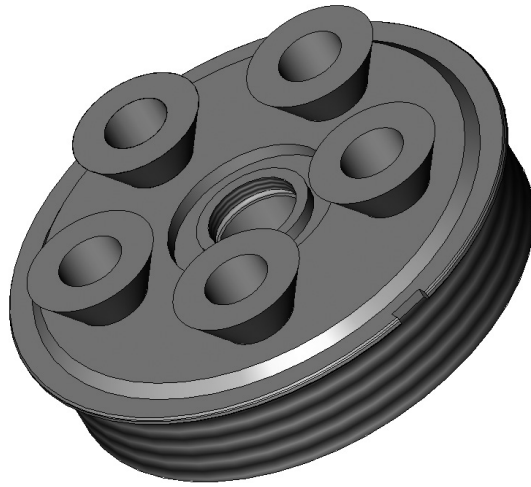

Рис. 1.11. Использование фрагментов
**Фрагменты** – это любое изображение, созданное в системе T-FLEX CAD 2D, которое можно использовать при построении других чертежей, например, сборочных (составных) чертежей. Фрагменты также используются и при работе с 3D моделями. На рис. 1.11 сопла, установленные на крышке двигателя, являются фрагментами, которые были созданы заранее и при построении модели просто установлены в нужное место. Более подробно работа с фрагментами будет рассмотрена в последующих главах.